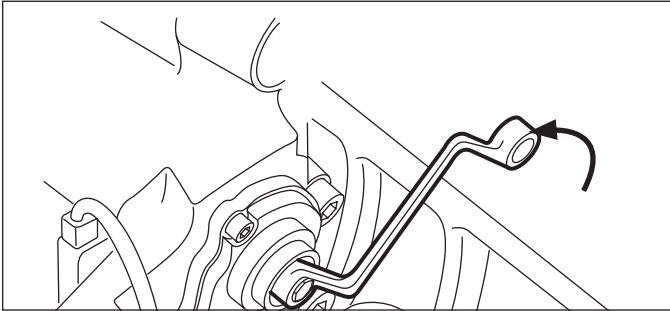

Figura 15: rotación en sentido contrario a las agujas del reloj
6. Con la misma herramienta, gire el adaptador de corte en sentido contrario a las agujas del reloj y escuche el sonido de 3 clics a medida que el mecanismo retrocede (aumenta) el espacio de marcha. (Consulte la figura 15).